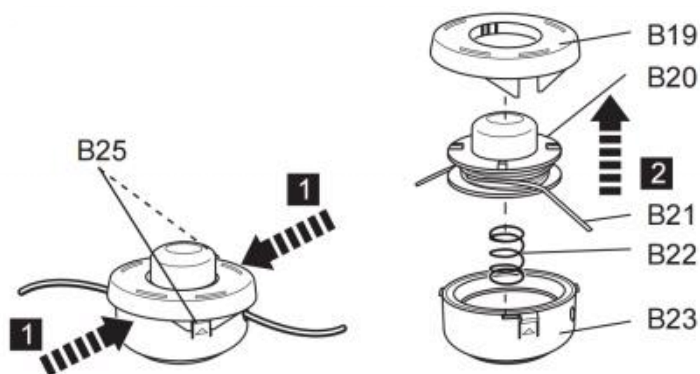

Fig. 63
3. Tryck på frigöringsspärrarna (B25) på trimhuvudhuset (B23) för att öppna locket (B19) (Fig. 63). Locket (B19) och spolen (B20) kommer ut.